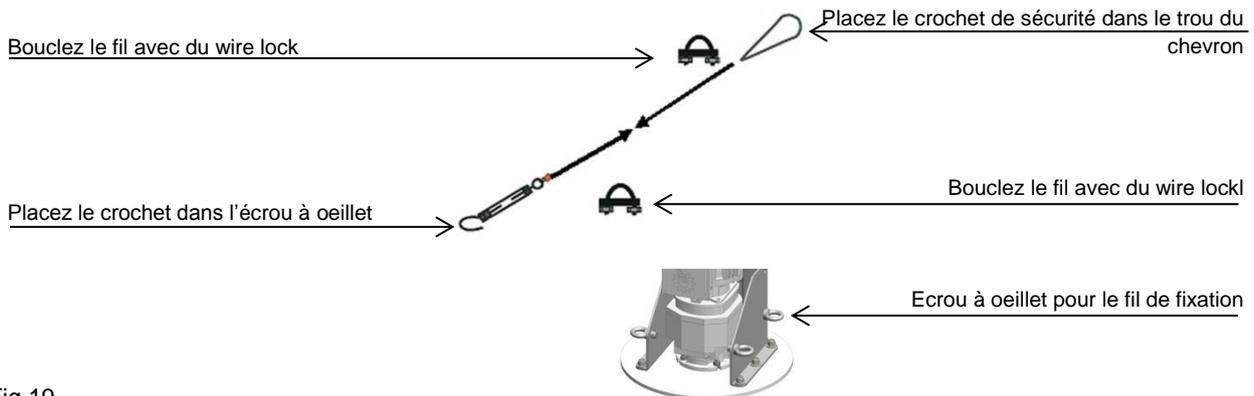

Fig.19
**REMARQUE** Serrez le fil à l'aide d'une passoire, fort par la main, puis tournez 3 fois (Fig.19).